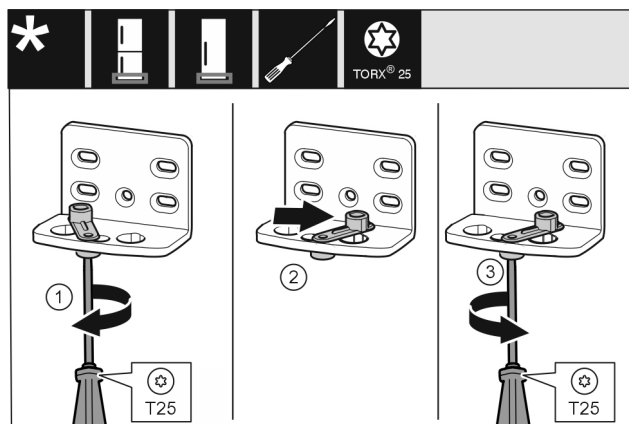

Fig. 13
- ▶ Svitare allentando la vite con il cacciavite T25. Fig. 13 (1)
- ▶ Sollevare l'ausilio di chiusura della porta e ruotarlo di 90° verso destra nel foro. Fig. 13 (2)
- ▶ Serrare la vite con il cacciavite T25. Fig. 13 (3)